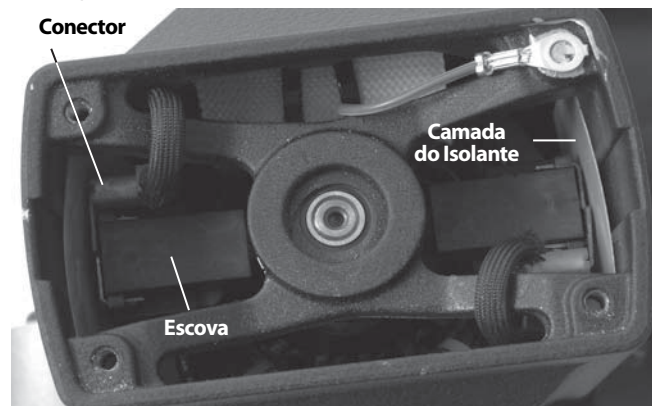

Figura 12 – Colocação da Escova - Tampa do Motor Removida
2. Utilizando um alicate, puxe as escovas do motor para fora em linha recta. Desligue o conector. (Ver Figura 12.)